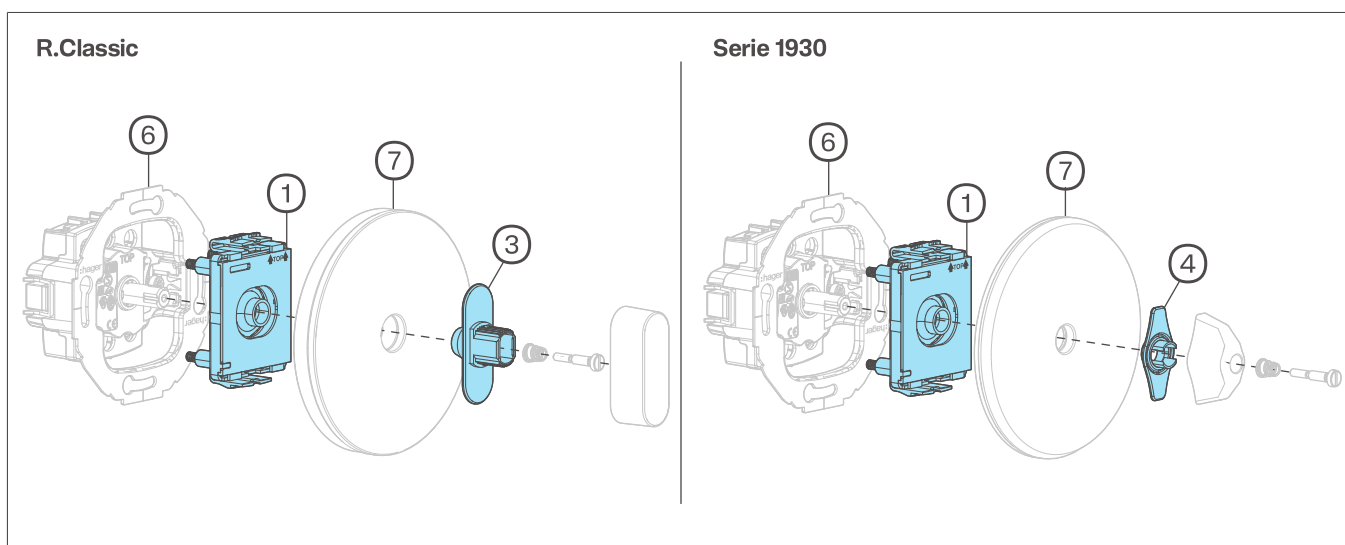

Fig. 2: Montaggio finale per R.classic/Serie 1930
- 💡 – Rispettare la sequenza di montaggio (Fig. 2). Montare prima la placca (8) e successivamente il conduttore ottico (3).